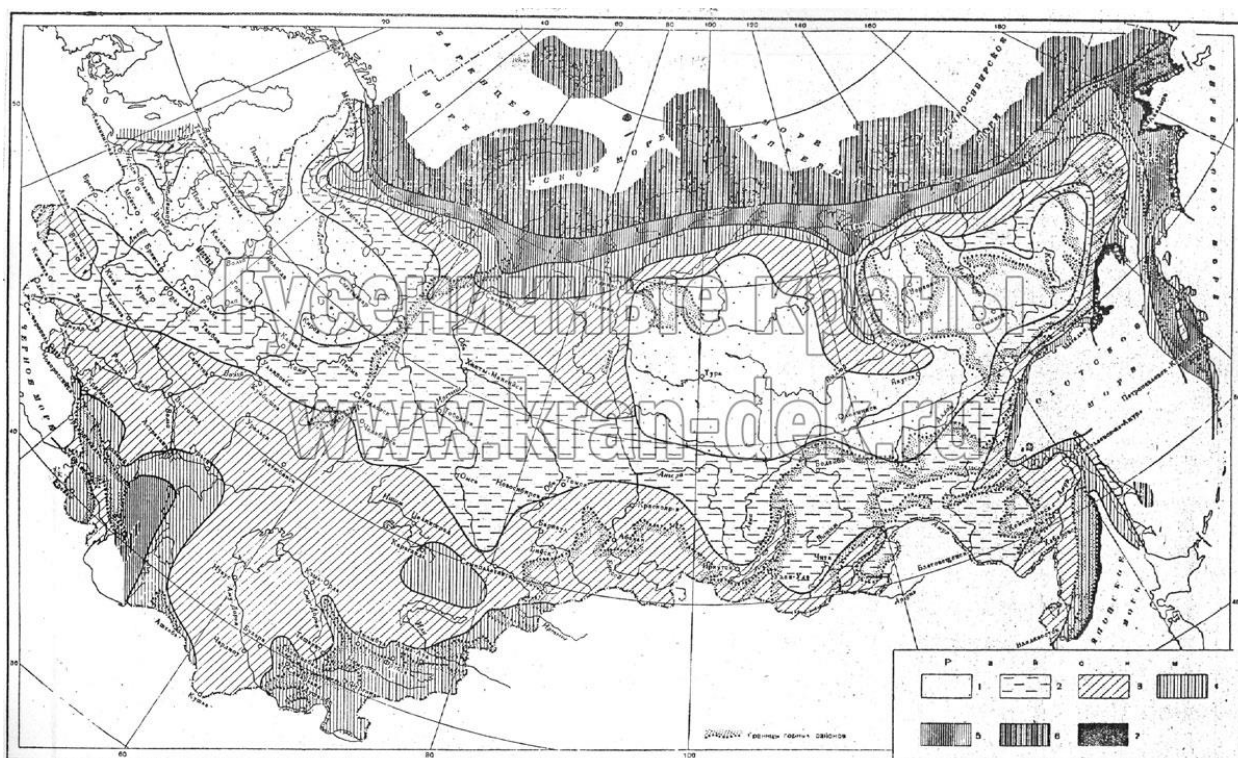

Рис. 1.1. Районирование территории СССР по скоростным параметрам ветра
4. Кран предназначен для работы в районах до третьего пояса ветровых нагрузок включительно в соответствии с картой районирования территории СССР по ветровым нагрузкам по ГОСТ 1451-65 "Краны подъемные - Нагрузка ветровая" /см. рис. 1-1/. При работе крана РДК-250 в районах выше третьего пояса ветровых нагрузок по окончании рабочего дня, а также в случае возможного ветра со скоростью 20 м/сек необходимо спускать рабочее оборудование, как это описано в разделе 7.2 настоящей инструкции.